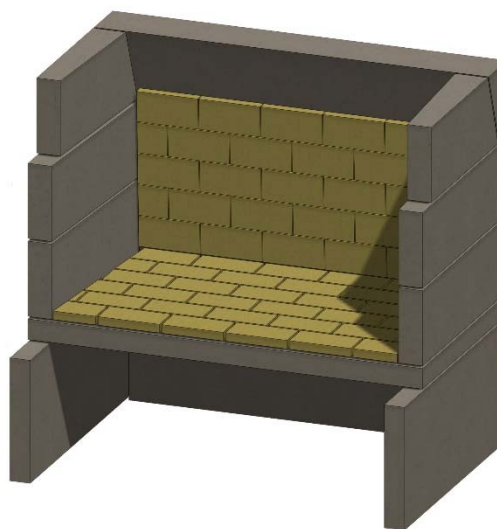

Figura 18. Pared trasera de ladrillo refractario
K. Instale el ladrillo refractario en la pared posterior, con el ladrillo colocado de canto. Véase la figura 18.